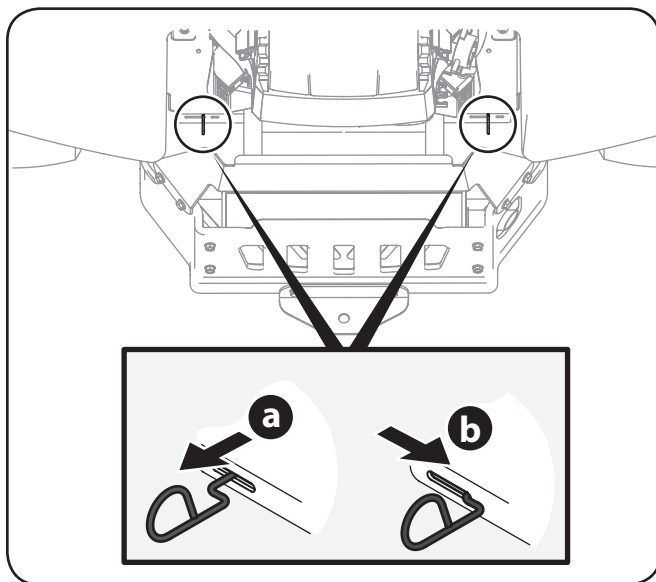

Figure 6-3
1. Repérez les tiges de dérivation des transmissions qui se trouvent à l'arrière du tracteur, près du côté intérieur de chaque pneu arrière. Voir la Figure 6-3.
2. Pour déplacer le tracteur manuellement sans le démarrer, engagez les tiges de dérivation des transmissions qui se trouvent à l'arrière, de chaque côté du tracteur. Les tiges de dérivation des transmissions sont placées du côté intérieur de chaque pneu arrière. Pour engager les tiges de dérivation, tirez sur chaque tige (a) et glissez-la vers la droite (b). Voir Figure 6-3.
3. Après avoir déplacé le tracteur, glissez les deux tiges de dérivation vers la gauche pour les désengager. Voir Figure 6-3.